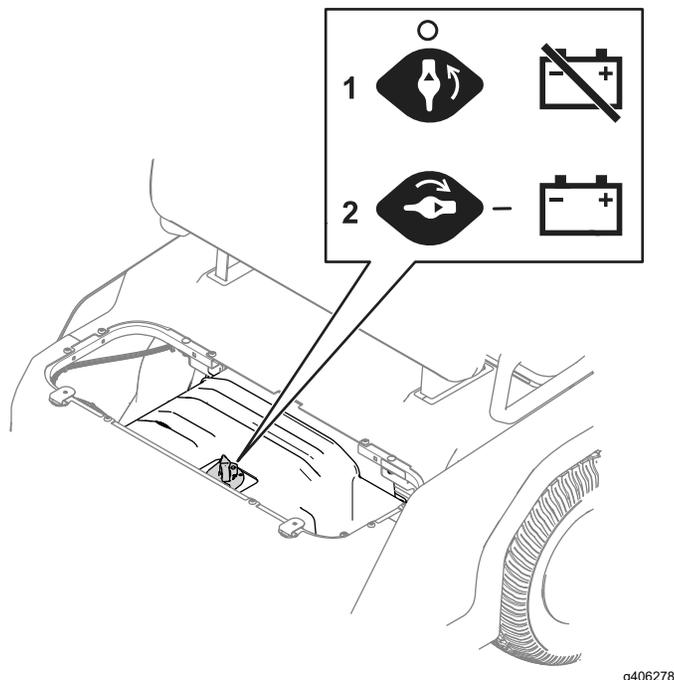

Figure 34
3. Placez le coupe-batterie à la position souhaitée, comme montré à la Figure 34.